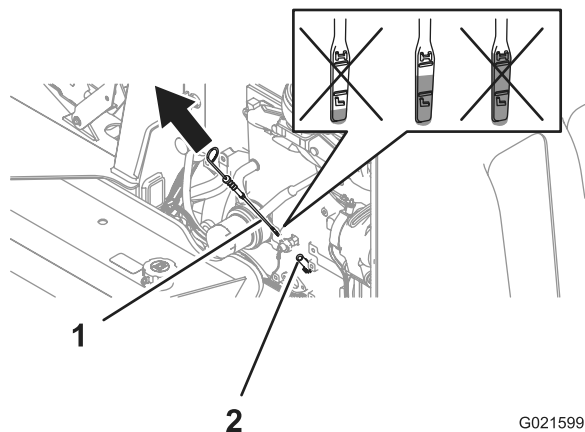

Figure 41
4. Retirez la jauge et essuyez-la sur un chiffon propre (Figure 41).
5. Insérez la jauge d'huile dans son tube, ressortez-la et notez le niveau d'huile indiqué (Figure 41).